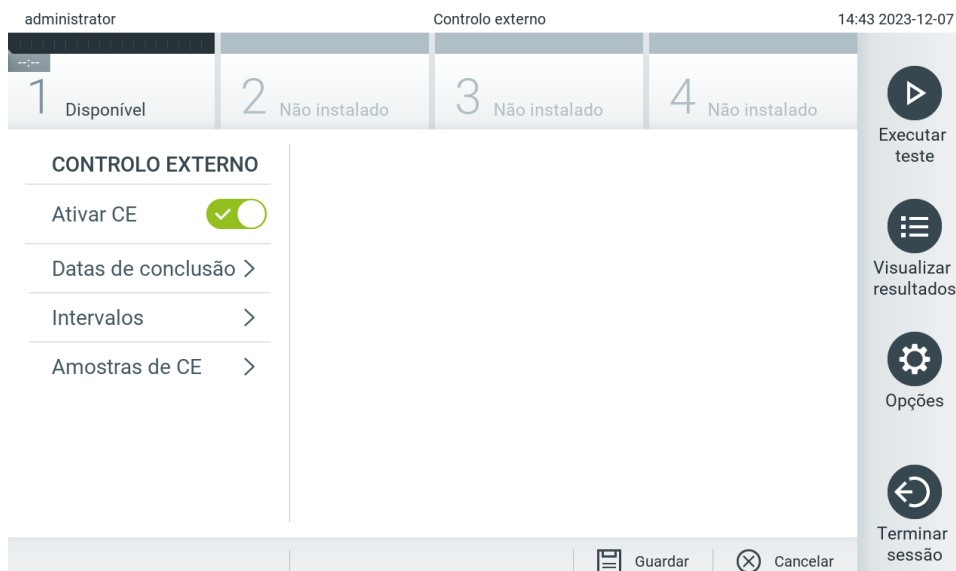

Figura 75. O ecrã External Control (Controlo externo).
Os utilizadores com direito a eliminar tarefas de impressão podem eliminar todas as tarefas de impressão de forma a limpar a fila. Isto evitará que sejam impressos todos os relatórios na fila. Para tal, prima o botão **Delete All** (Eliminar tudo) na parte inferior da página (Figura 75).
6. Prima o botão de alternância **Enable EC** (Ativar CE) para ativar a funcionalidade (Figura 75).